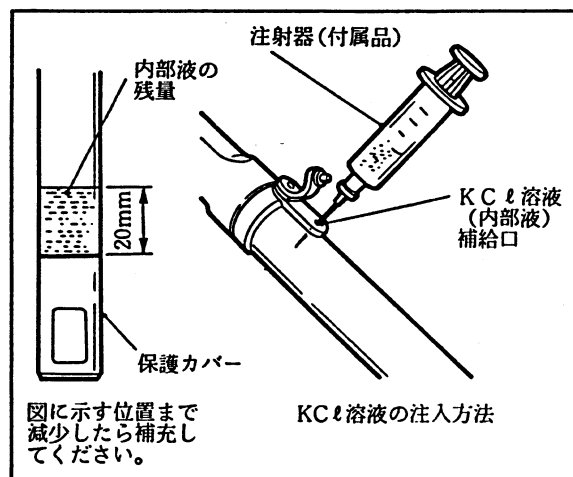

図11.4 電極内部液の補充要領
- (1) 長期間保管しておいた場合には、標準液を測定してみるなど、正しく校正されていることを確かめてください。
- (2) 乾電池寿命予告表示 “ BAT ” が表示されないことを確かめてください。
- (3) KCℓ 補給形複合電極をご使用になる場合は、内部液の量を確認してください（27 ページ、図 11.4 参照）。
- (4) 温度は 99.9℃まで表示されますが、80℃（専用特殊電極をご使用の場合は 100℃）を越える溶液の測定には使用しないでください。
電極内部液は、測定時に液絡部から少しずつ流出します。したがって、使用するにつれ電極内の内部液は減少していきますので、図 11.4 に示す位置まで減ってきましたら付属の 3.3mol/l KCℓ (塩化カリウム) 溶液を補充してください。